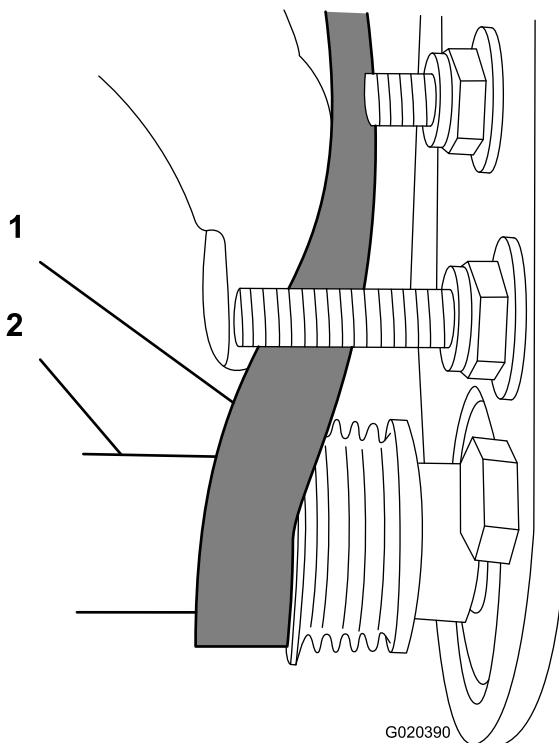

Figura 12
3. Utilize um casquilho fundo de 9/16 pol. para rodar o conjunto da escova e orientar correia para a polia acionada (Figura 12).